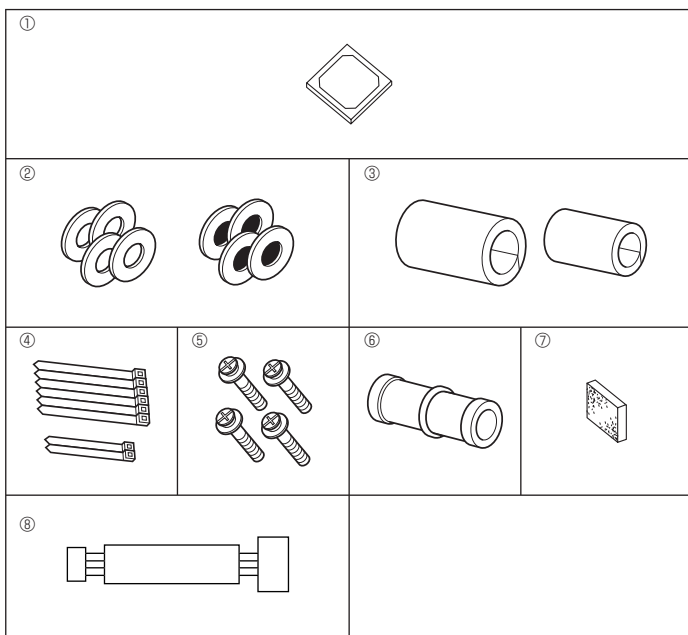

Fig. 2-1
2.1. Ελέγξτε τα εξαρτήματα της εσωτερικής μονάδας (Fig. 2-1)